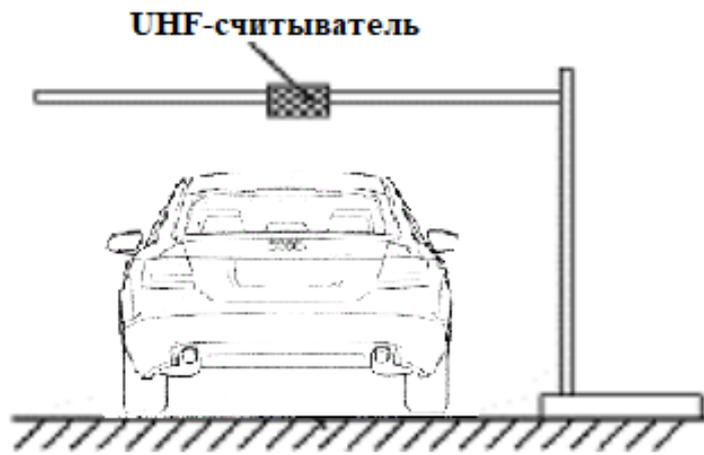

Рисунок 3.
2. Расстояние считывания 4-5 м. (рисунок 3)